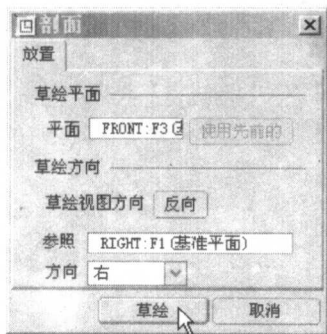
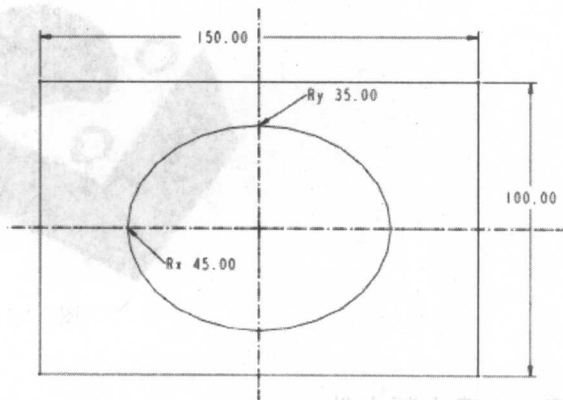

图 1-3
图 1-4
- (1) 单击拉伸工具按钮 ，打开拉伸特征操控板。
- (2) 单击拉伸特征操控板中的按钮 ，系统显示“剖面”对话框。
- (3) 选择 FRONT 基准面为草绘平面，RIGHT 基准面为参照平面，接受系统默认的视图方向。
- (4) 以上所有设置显示在“剖面”对话框中，如图 1-3 所示。
- (5) 单击“剖面”对话框中的“草绘”按钮，系统进入草绘工作环境。
- (6) 绘制如图 1-4 所示的截面，单击草绘命令工具栏中的  按钮，完成拉伸截面的绘制。